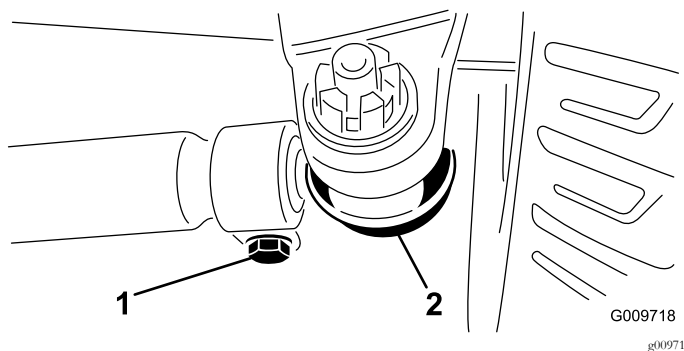

Рисунок 60
2. Для регулировки снимите шплинт и гайку с любой шаровой опоры тяги (Рисунок 60).
4. Ослабьте зажимы на обоих концах поперечных тяг (Рисунок 60).